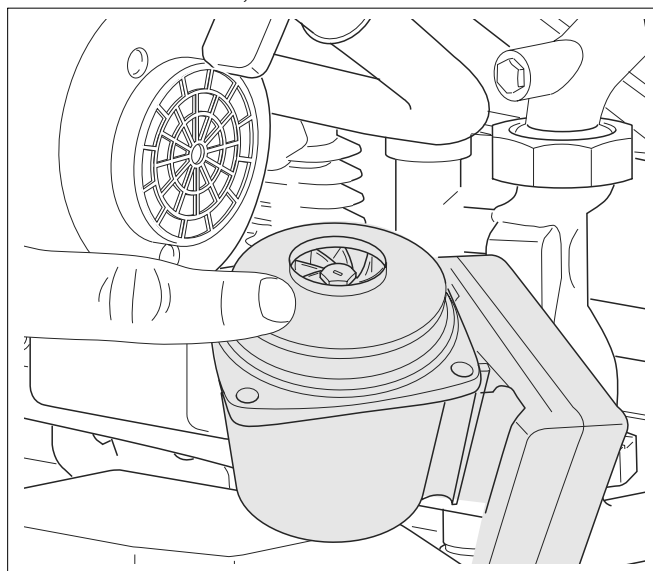

Fig. 19 Curățarea elicei pompei
- Curățați elicea pompei prin îndepărtarea eventualelor depuneri dure, care s-au acumulat pe aceasta (vezi Fig. 19).